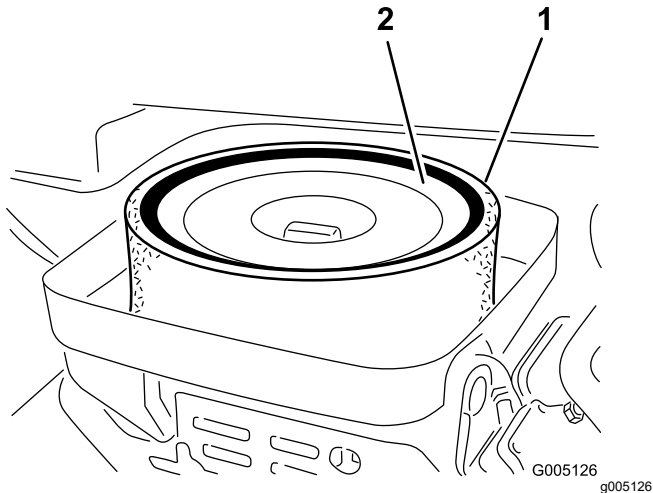

Figura 28
3. Retire la tuerca de orejeta que sujeta los elementos al cuerpo del limpiador de aire (Figura 28).
4. Si el elemento de espuma está sucio, sepárelo del filtro de papel (Figura 28). Límpielo a fondo de la manera siguiente: